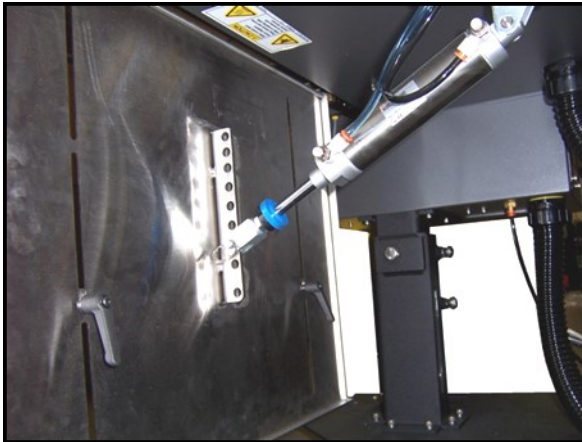

Abb. 2-9A. Einstellung von Ladeplatte und -fach.
1. Entfernen Sie den Stift, mit dem der Luftzylinder an der Ladeplatte befestigt ist. **Abb. 2-9A.**
1. Lösen Sie die beiden Hebelschlösser des Ladefachs an der Rückseite der Ladeplatte. **Abb. 2-9A.**